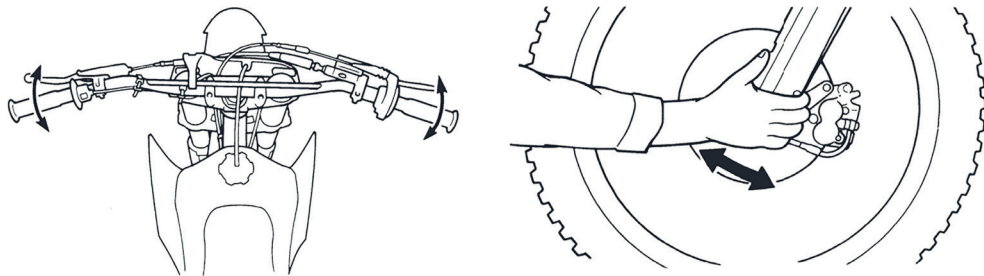

Рисунок 4. Проверка рулевой колонки.
1. Встаньте перед мотоциклом. Возьмитесь за вилку (в районе передней оси) и потяните вилку по направлению к двигателю, и обратно несколько раз (см. рисунок 4). Если подшипники изношены, вы почувствуете люфт или даже услышите щелчок / глухой удар.